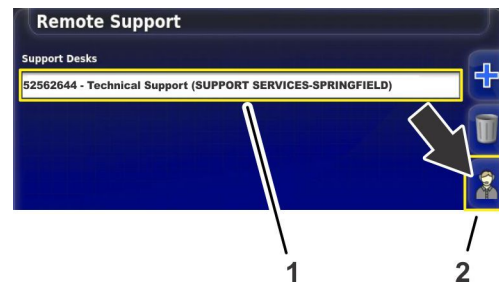

Figura 214
1. Pulse el icono ASISTENCIA TÉCNICA de atención al cliente, guardado en la lista de asistencia técnica (Figura 214).
2. Pulse el icono SOLICITAR ASISTENCIA TÉCNICA (Figura 214).